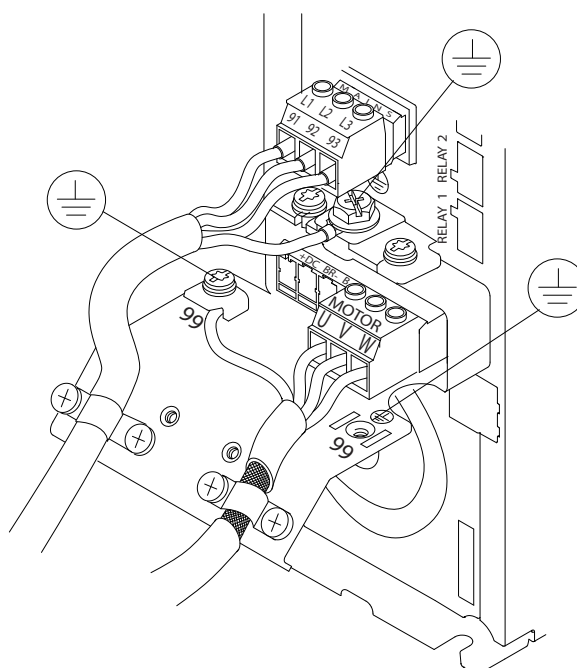

Bild 4.5 Exempel på kabeldragning för motor, nät och jordning
Bild 4.5 visar nätingång, motor och jordning för frekvensomriktare av standardtyp. Den verkliga konfigurationen kan variera beroende på enhetstyp och tillvalsutrustning.
1. Anslut växelströmsledningarna (trefas) till plint L1, L2 och L3 (se *Bild 4.5*).